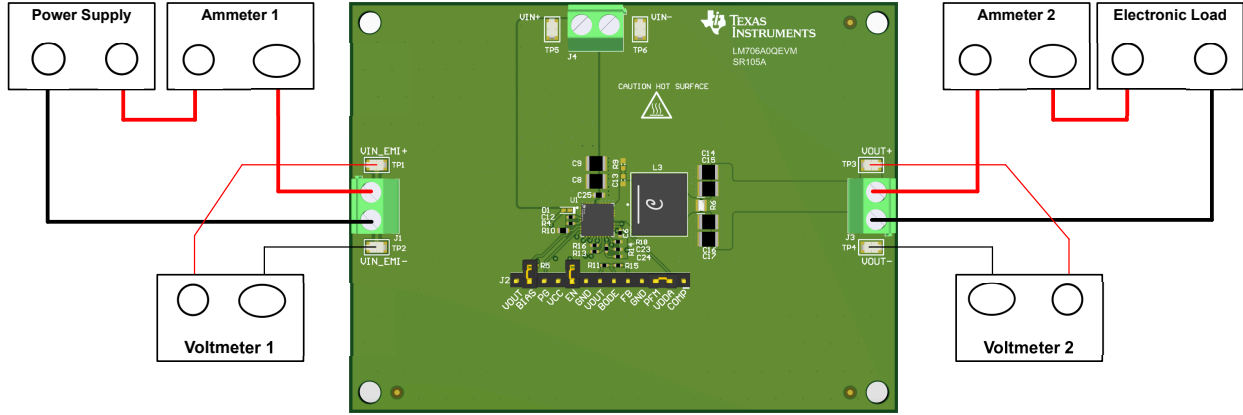

图 2-1. EVM 测试设置
参考表 2-1 所述的 EVM 连接，建议用于评估 LM706A0-Q1 的测试装置如图 2-1 所示。在提供 ESD 保护的工作站上工作时，请确保在处理 EVM 之前已连接所有腕带、靴带或垫子以使用户接地。
1. 在连接直流输入源之前，将输入源的电流限值设置为最大 0.1A。确认输入源最初设置为 0V 并连接到 VIN+ 和 VIN- 连接点，如图 2-1 所示。